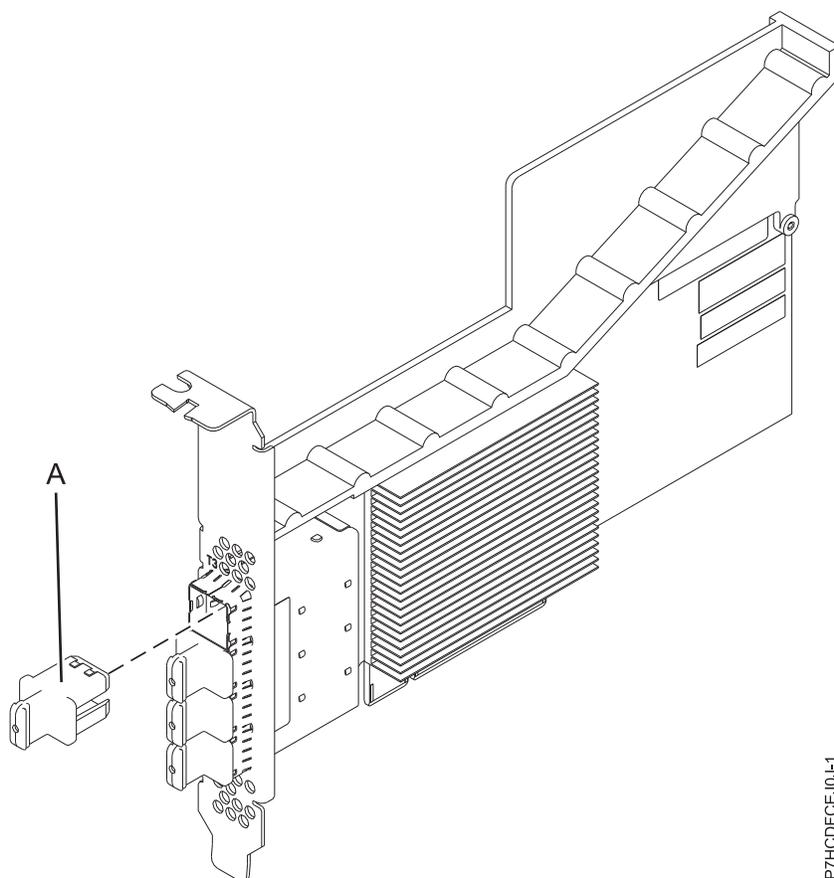

図 25. PCIe3 RAID SAS アダプター
PCIe3 RAID SAS クワッド・ポート 6 Gb アダプターは、PCI Express (PCIe)、第 3 世代、RAID SAS アダプターで、ロー・プロファイル、ショート・フォーム・ファクターですが、フルハイトの取り付け用にパッケージ化されています。このアダプターは、高性能で高密度のシリアル接続 SCSI (SAS) アプリケーションに使用されます。これは、4 つの mini SAS 高密度 (HD) x4 コネクターを使用して SAS ディスクおよび SAS テープの接続をサポートし、これによって物理リンクをさまざまな狭幅ポートおよび広幅ポート構成で使用できるようになります。SAS テープの接続は、単一アダプター構成でのみサポートされ、同じアダプター上で SAS ディスクと混用することはできません。アダプターは、書き込みキャッシュを備えていません。71 ページの図 25 は、PCIe3 RAID SAS クワッド・ポート 6 Gb アダプターを示しています。
71 ページの図 25 はアダプターを示しています。コネクター・プラグ (A) は、空白ポートに取り付けて、隣接したポート・コネクターのケーブルが差し込まれたり取り外されたりした場合のそのポートの損傷を防ぎます。